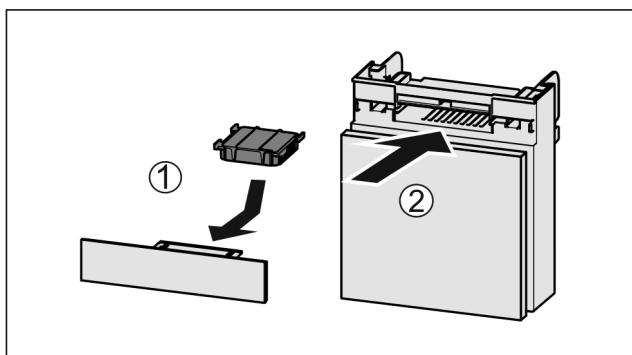

Fig. 95
- Umetnute filter s aktivnim ugljenom kao što je prikazano na slici Fig. 95 (1).
- Umetnute pretinac Fig. 95 (2).